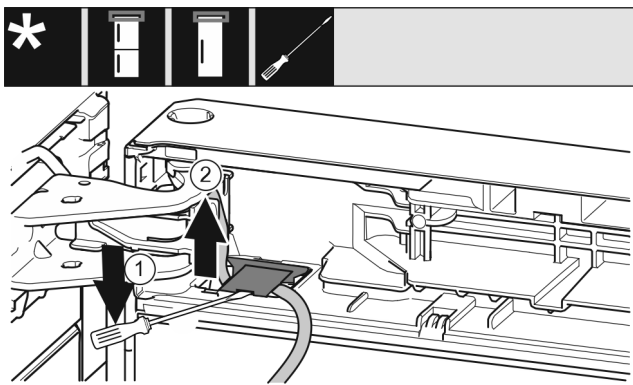

Fig. 21
- ▶ Løft og dekkelet med flat skrutrekker og trekk det ut. Fig. 21 (1)
- ▶ Trekk ut ledningen. Fig. 21 (2)